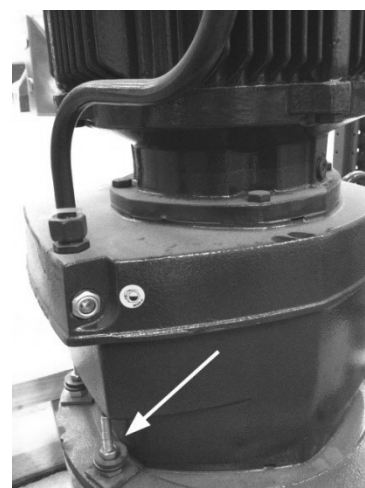

Fig. 31
- b) Checking the electric motor fastening: Check that the nuts of the screws for fastening the motor (fig. 31) are correctly tightened; if they are not, tighten them.
- b) Vérifier la fixation du moteur: Vérifier que les écrous des vis de fixation du moteur se trouvent correctement serrés (fig. 31), dans les cas contraire les serrer.
- b) Comprobar sujeción del motor: Comprobar que se encuentran correctamente apretadas las tuercas de los tornillos de sujeción del motor (fig. 31), en caso de no ser así, apretarlas.